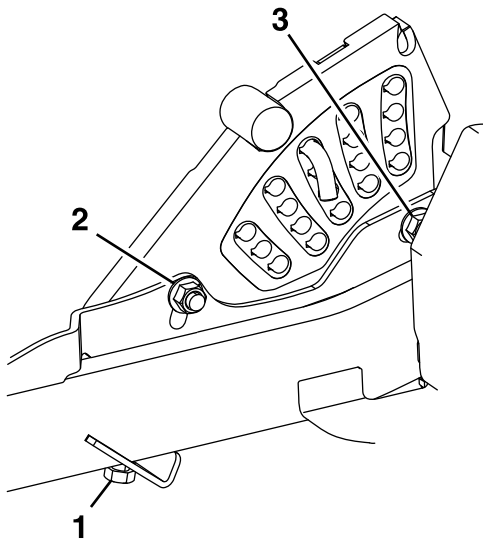

Figure 81
6. Pour régler le système monopoint, commencez par desserrer les boulons de fixation des plaques de hauteur de coupe avant et arrière (Figure 81).
7. Si le tablier est trop bas, serrez le boulon de réglage monopoint dans le sens horaire (Figure 81).